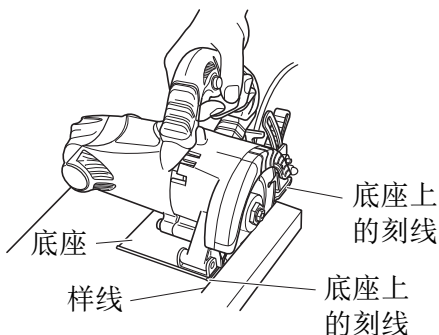

图4
1. 把机身(底座)放置于要切割的材料(即工件)上,用底座边使金刚石轮锯对准样线(图4)。